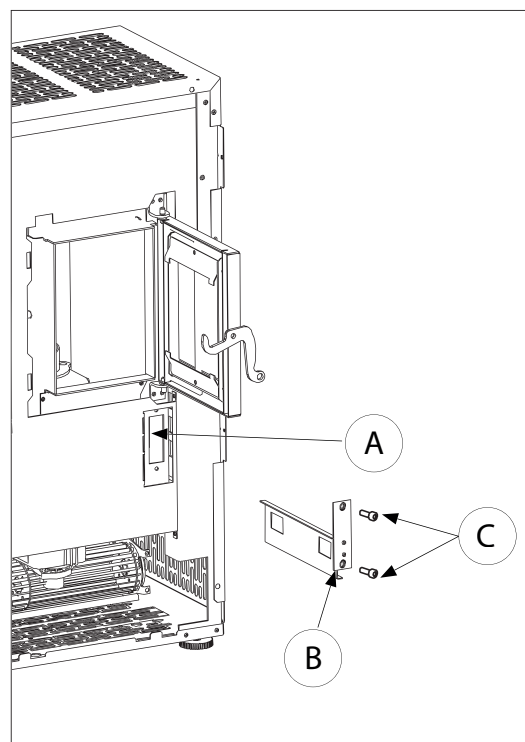

Fig. 6.1.2
- per un facile accesso al vano fumi (A) è sufficiente rimuovere il coperchio (B) agendo sulle due viti (C) (Fig. 6.1.2).